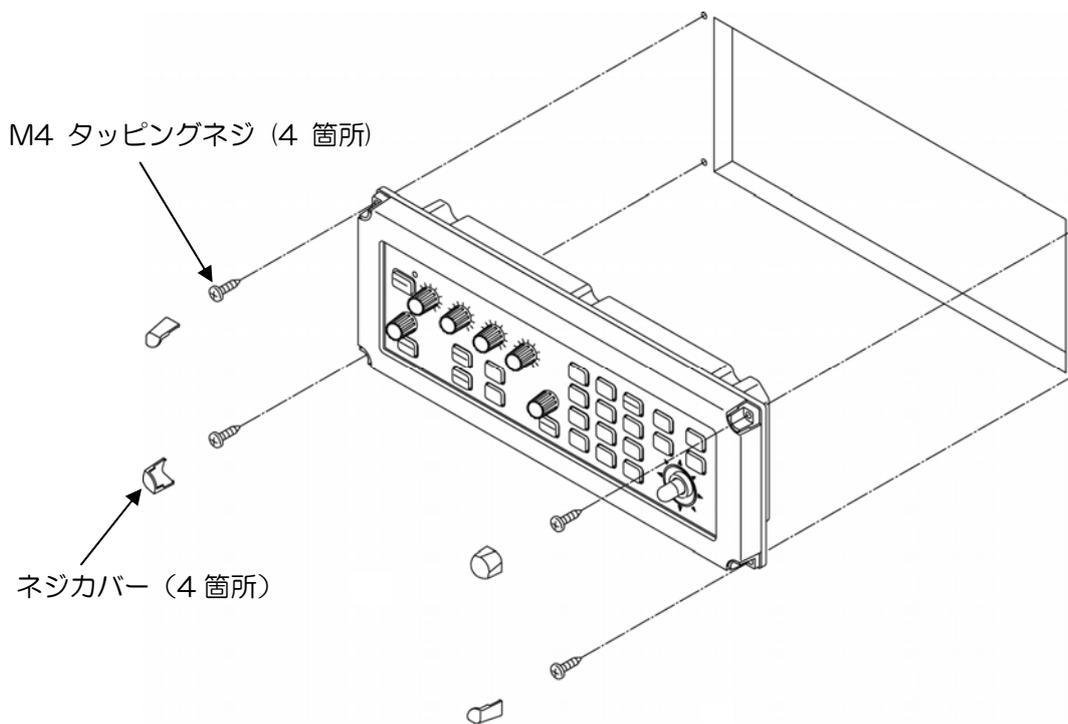

図 4.14 操作部をパネルに取り付ける
- (1) 操作部から取付け基台を外します。
- (2) 操作部筐体の四隅のネジカバーを外します。
- (3) 操作部とその接続ケーブルを開口穴に入れ、操作部を取付け面と平行になるようにします。(図 4.14)
- (4) 4 mm のタッピングネジを使用して、操作部をパネルに固定します。(4箇所)
- (5) (2)項で外したネジカバーを元の位置に戻します。